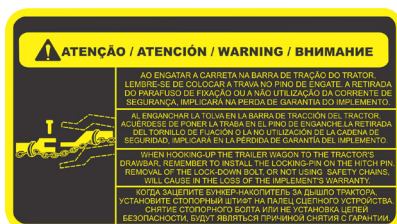

Figura 15
- Ao engatar a plantadora na barra de tração do trator, lembre-se de colocar a trava no pino de engate (Figura 15).